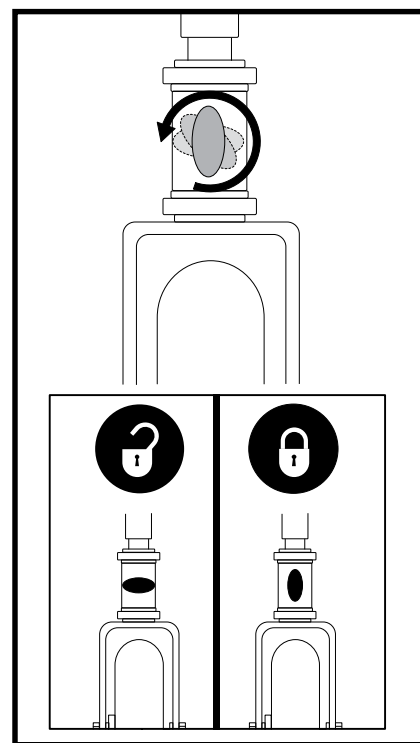

Figura 26. Manopola di blocco del manubrio (esclusivamente per il modello 104)
1. Estrarre la chiave dall'apposito interruttore. *Per il modello 104*, bloccare il manubrio in posizione diritta in avanti spingendo la manopola di blocco del manubrio e ruotandola in senso orario di 90°. **Vedere figura 26.** La ruota anteriore deve essere rivolta in avanti per bloccare il manubrio.